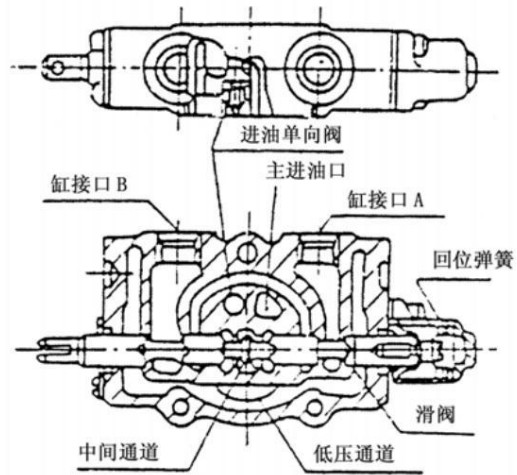

Figura 10-3
(1) Posición neutra (Figura 10-3)